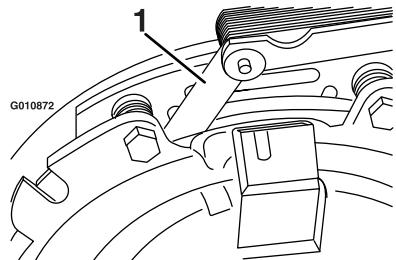
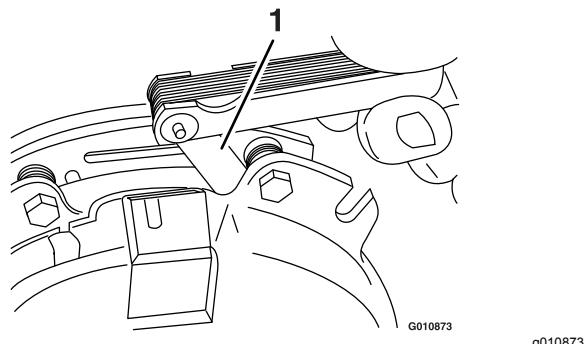

Bild 59
Bild 60
- E. Prüfen Sie mit einer Fühlerlehre (0,025 mm) den Abstand zwischen dem Drehzylinder und der Vorderseite der Lehre an beiden Seiten des Bremschafts, wie in Bild 59 und Bild 60 abgebildet.